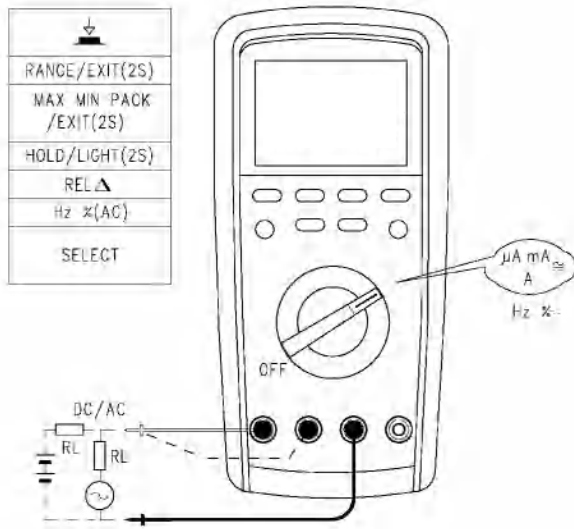

图10
8. 交直流电流测量(见图10)
*、在mA功能量程下长按SELECT键进入%(4~20mA)测量功能显示被测电流的百分值标定：4mA为0%；20mA为100%(仅适用于UT171B/C)图10